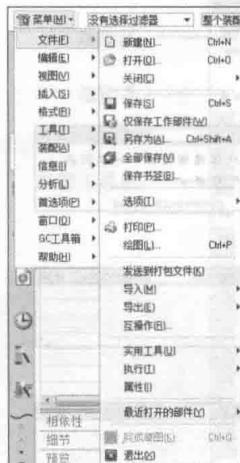

图 1-12 “文件”菜单
- “文件”菜单：该菜单主要用于模型文件的管理，包括新建、打开、保存、导入或导出文件等，如图 1-12 所示。